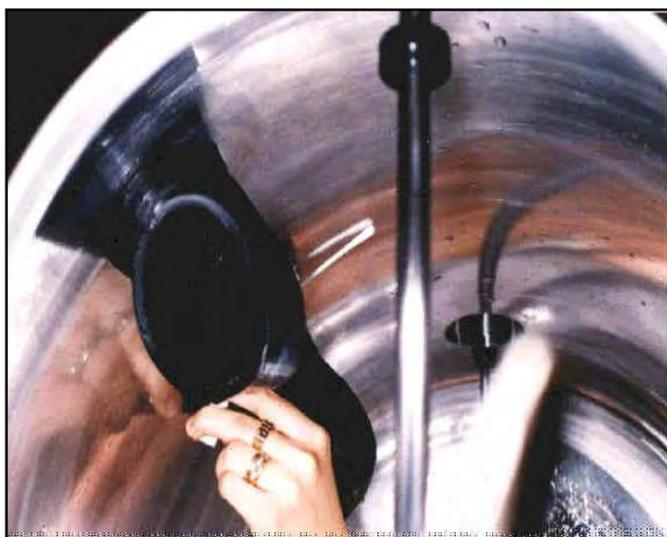

Figura 1.- Interior del recibidor
- ◆ Interior del recibidor (figura 1): se sugiere fundamentalmente observar la parte superior de la descarga/s de la/s tubería/s de leche y la superficie del recibidor que rodea este sector.